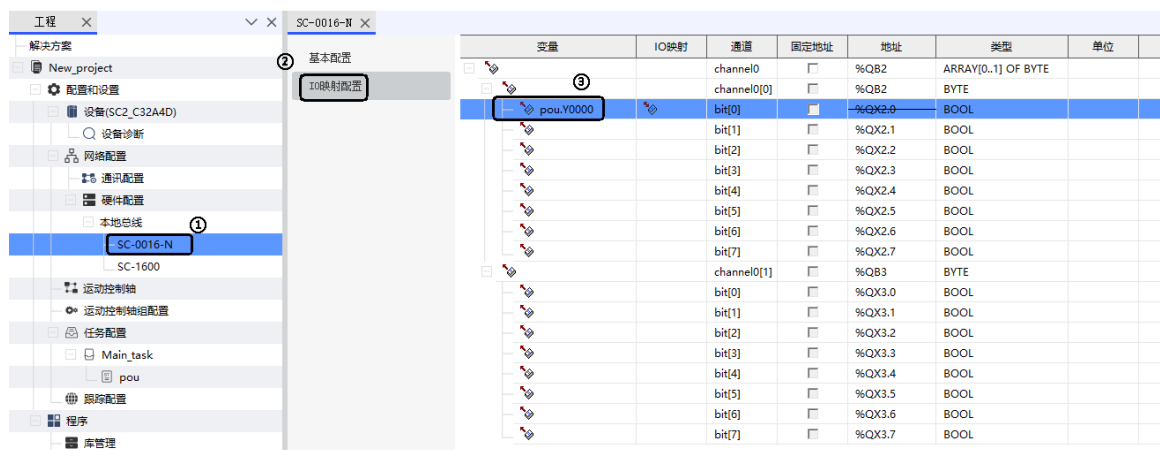

图 6.8 输出变量与输出口关联映射
② 鼠标左键双击“SC-0016-N”，选择“I/O 映射配置”，SC-0016-N 输出模块端口关联映射，如图 6.8 所示：